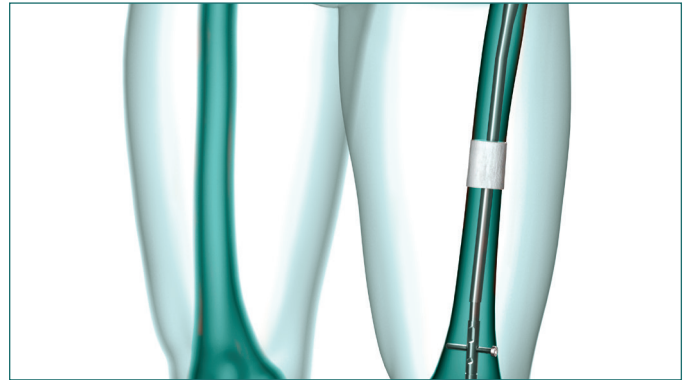

Fig. 5
1. Bij het kiezen van een b.Bone™-cilinder moet de binnendiameter minstens 2 mm groter zijn dan de geselecteerde pendiameter, waarbij ook rekening wordt gehouden, met de kromming van de pen (Afb. 5). Ook moet rekening worden gehouden met de kromming van de nagel.